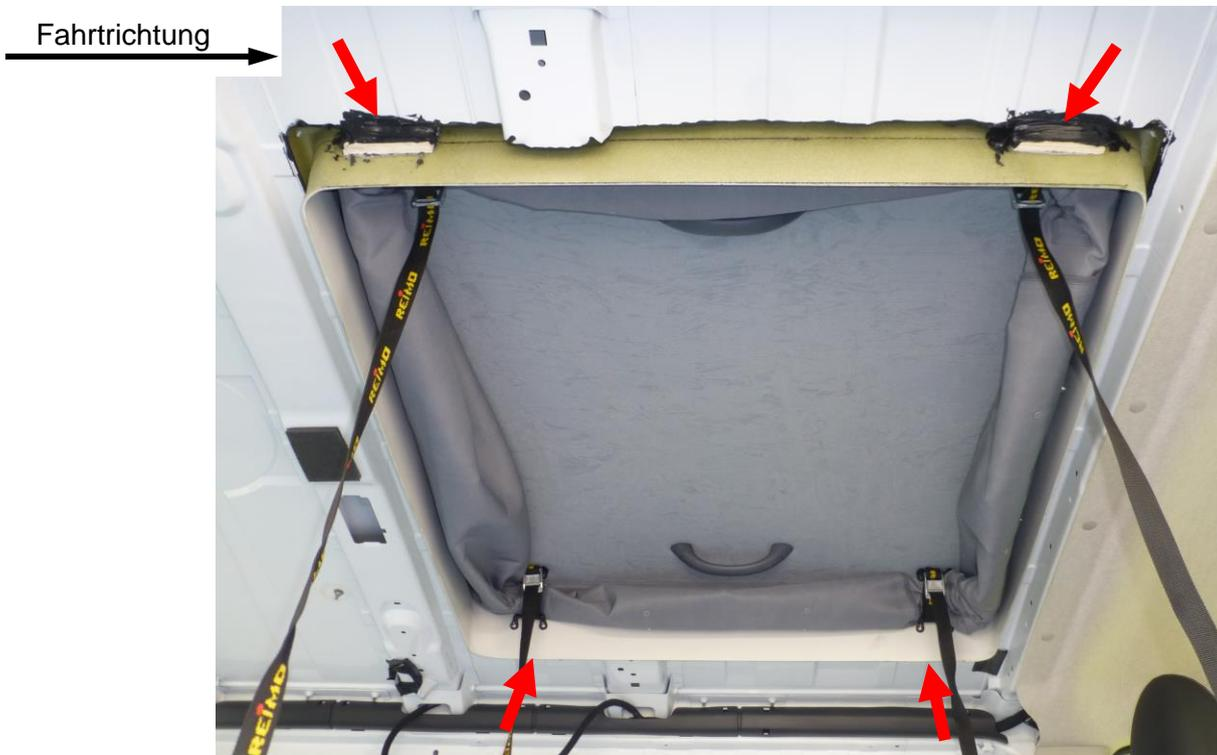

Abb. 4-3: Klebverbindung zwischen Dachausschnitt und EasyFit-Rahmen
- Von innen die Schnittkanten der Karosserie mit dem EasyFit-Rahmen an den Befestigungen der Gurtbügel verkleben (s. Abb. 4-3).